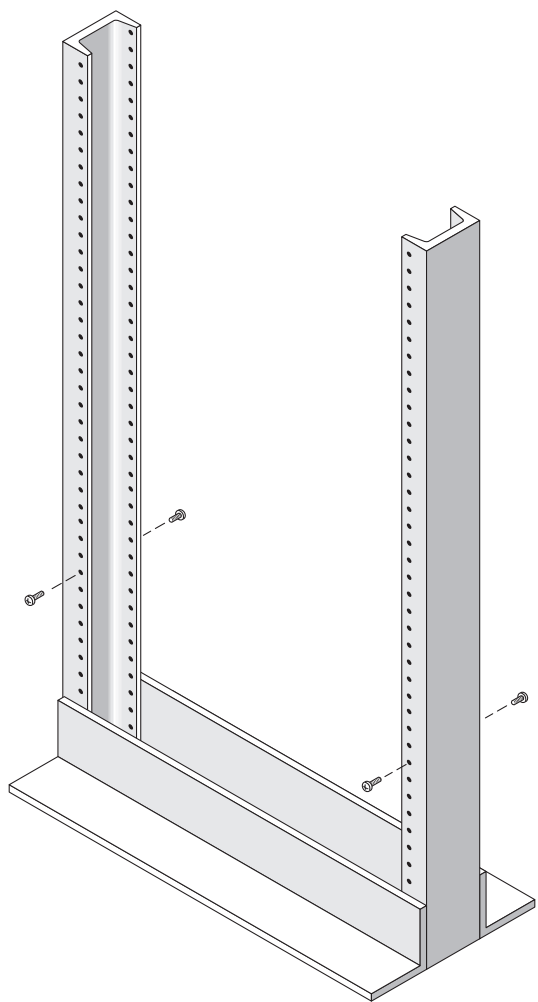

FIGURE C-1 Insertion de vis dans les trous de montage avant et arrière
1. Insérez quatre vis 12-24 ou 10-32 (deux de chaque côté des montants) dans les trous de montage avant et arrière des montants gauche et droit (voir FIGURE C-1). Ne serrez pas pour le moment.